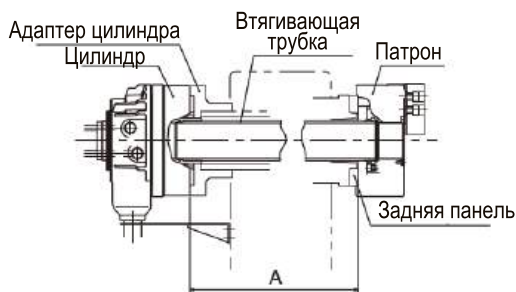

Рисунок 17
- Определите размер (размер Ø E на рис.17) задней пластины так, чтобы торцевая поверхность плунжерной гайки соприкасалась с задней пластиной и останавливалась при вытягивании плунжерной гайки. Если ход больше указанного, это может привести к поломке патрона.